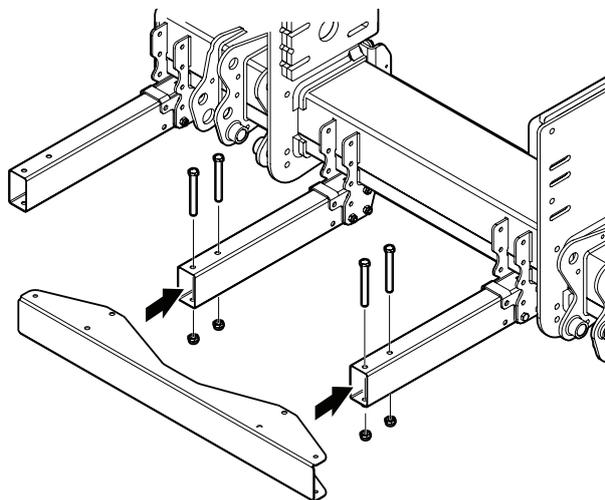

Figure 53. Installation d'un profil en tôle intérieur
2. Installez le profil en tôle central avec 4 boulons M12x110 sur les supports. Voir Figure 53.